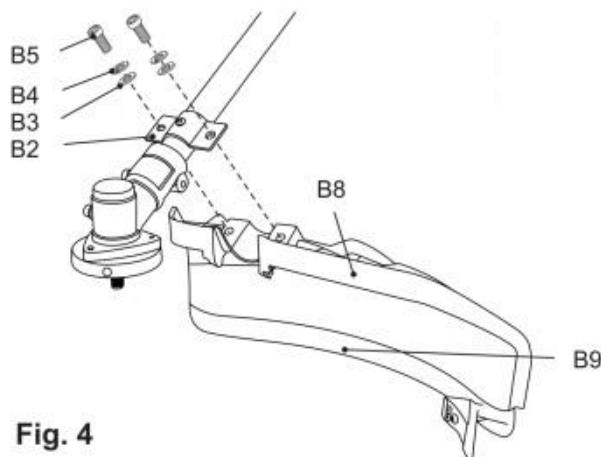

Fig. 4
12) Zabezpiecz połączenie śrubami (B5) , podkładkami sprężystymi rs((B4)) i podkładkami (B3)) za pomocą narzędzia (E4) .(Rys.4).